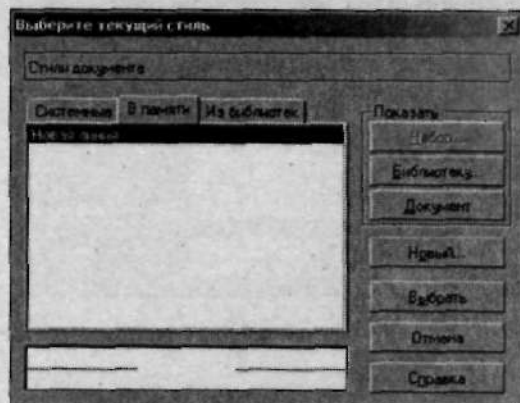

Рис. 2.25. В диалоговом окне выбора типа линии на вкладке **В памяти** появилось название созданного вами стиля
7. Обратите внимание, что в нижней части диалогового окна располагается предварительный просмотр создаваемого стиля линии. После того как вы определите все параметры, щелкните по кнопке **ОК**, чтобы создать стиль. В результате в диалоговом окне на вкладке **В памяти** появится название *Новая линия*. Чтобы применить его к выделенному объекту, выберите этот стиль и щелкните по кнопке **Выбрать** (рис. 2.25).